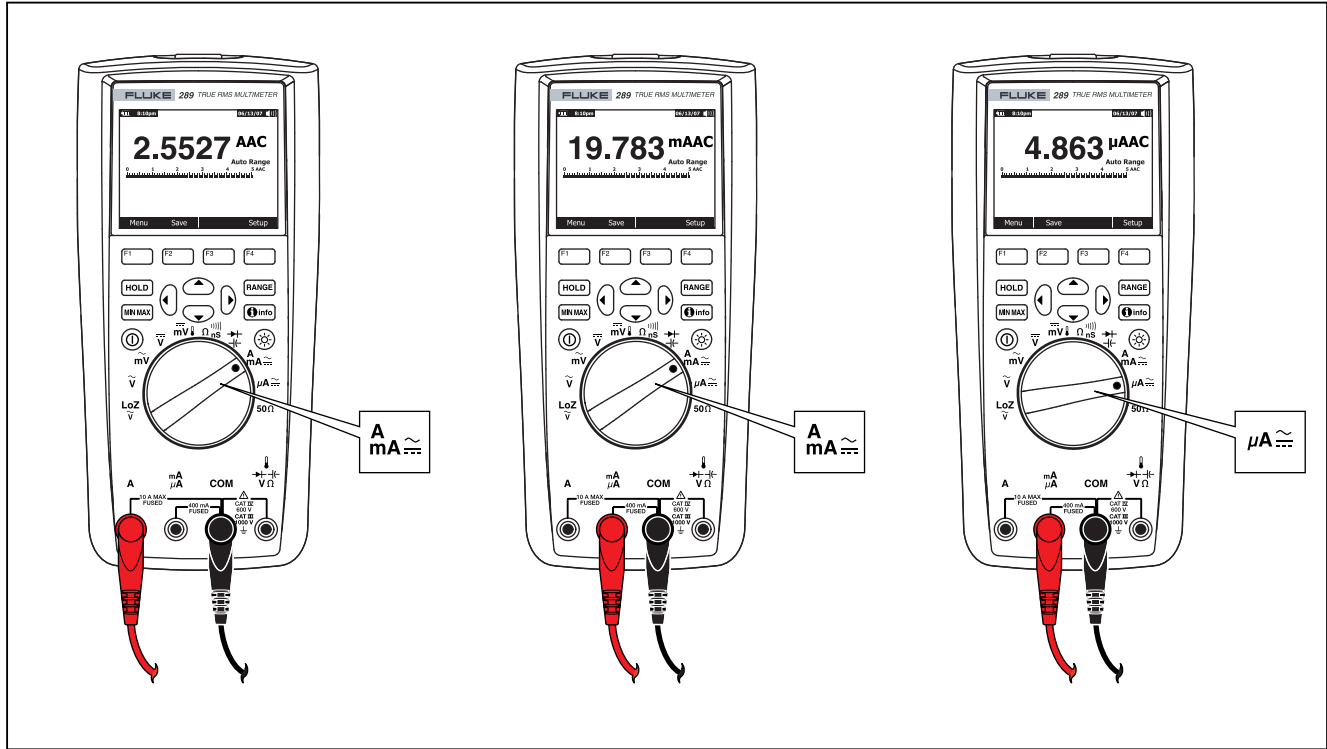

Figure 21. Configuration de mesure de courant
3. Réglez le commutateur rotatif sur  $\overset{A}{\text{mA}} \approx$  si vous utilisez la borne A. Si vous utilisez la borne mA/μA, réglez le commutateur rotatif sur  $\overset{\mu A}{\text{mA}} \approx$  pour les courants inférieurs à 5 000 A (5 mA), ou  $\overset{A}{\text{mA}} \approx$  sur pour les courants supérieurs à 5 000 A. Reportez-vous à la figure 21 pour les branchements des cordons de mesure et la sélection des fonctions. Reportez-vous à la section « Fonction d'alarme en entrée » pour plus de détails sur les alarmes que le multimètre utilise lorsque les cordons ne sont pas utilisés correctement pour les mesures de courant.